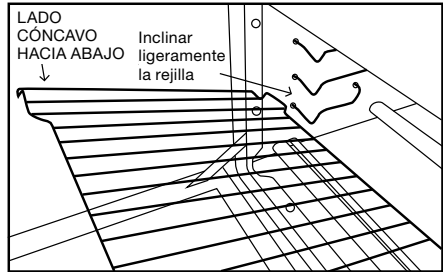

Fig. 1
1. Sostenga la rejilla ligeramente en ángulo e introdúzcala entre los soportes (Fig. 1), el lado cóncavo apuntando hacia abajo.